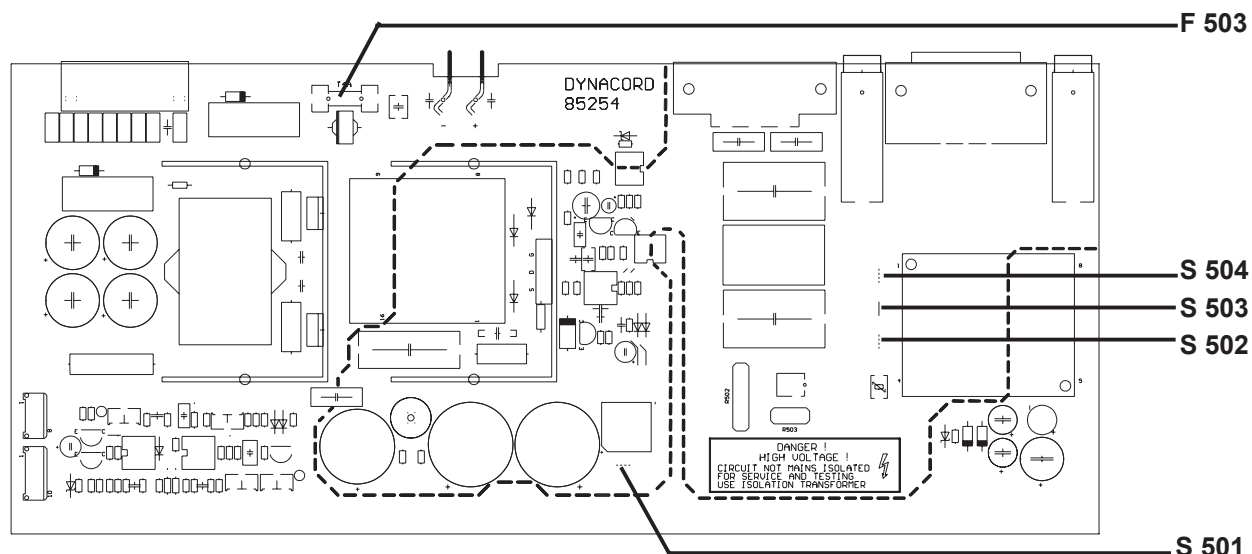

Fig. 3 PCB 85254 Emplacement des jumpers S501 - S504 servant à modifier la tension d'alimentation secteur, et emplacement du fusible secteur de sortie F503
Pour passer en 115V AC, il faut souder les jumpers S501, S502 et S504 sur la carte PCB 85254 et ôter le jumper S 503 (voir Figure 3).
La protection contre l'inversion de polarité évite tout dommage pouvant résulter d'une erreur de branchement de la batterie au chargeur. La protection contre les courts-circuits désolidarise le chargeur de la batterie en cas de court-circuit (global ou sur un seul élément). Dans ce cas, le fusible de sortie du chargeur, F 503 (voir Figure 3), fond et doit être remplacé par un fusible temporisé de calibre 4A (T4A). Lorsque le fusible fond, la LED verte (3) CHARGE CURRENT s'éteint et un message d'erreur est activé.